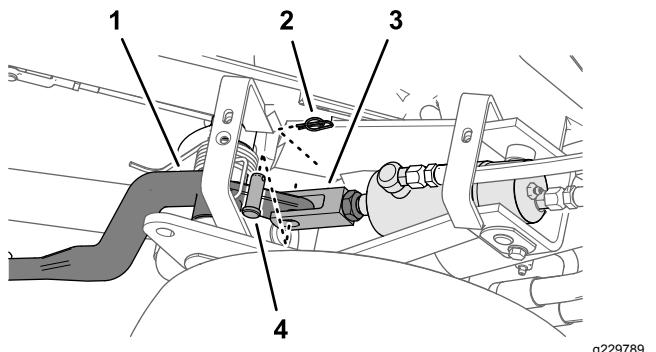
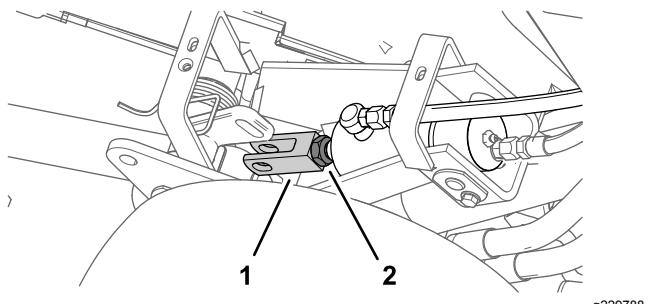

Figura 53
Figura 54
4. Retire o pino de retenção e o passador de forquilha (Figura 53)
5. Rode a manilha até atingir a altura desejada (Figura 54).
6. Monte a união de forquilha no braço de elevação com o passador de forquilha e o pino de retenção e aperte a porca de bloqueio (Figura 53 e Figura 54).
3. Liberte a porca de bloqueio que prende a união de forquilha ao cilindro da unidade de corte que deseja ajustar (Figura 53).